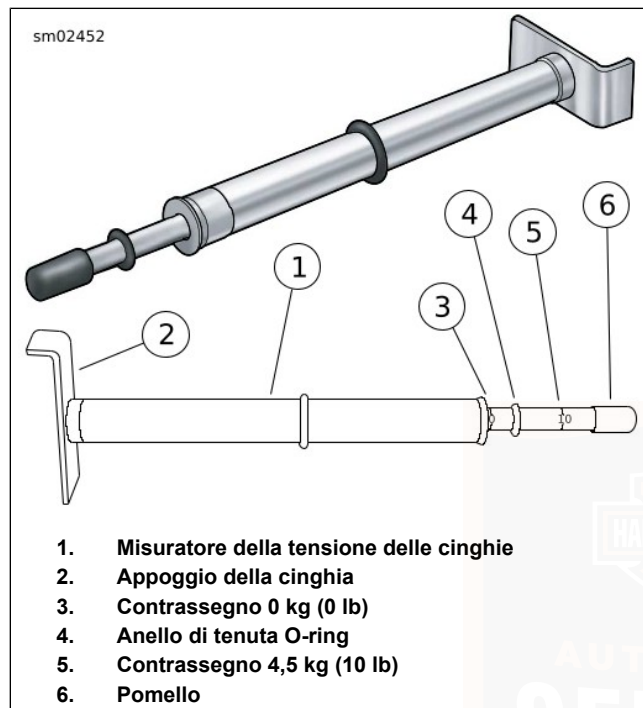

Figura 76. Misuratore della tensione delle cinghie
3. Vedere Figura 76. Misurare la flessione delle cinghie usando: